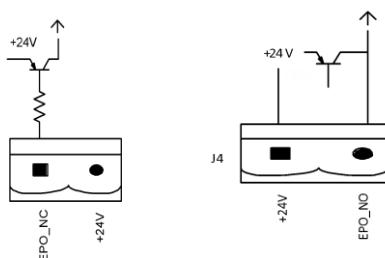

Рисунок 11 - Схема входного порта для дистанционной подачи команды EPO
Для дистанционной подачи команды EPO используется входной порт J4. При этом в обычном режиме normally замкнутый контакт (NC) подключен к напряжению +24 В, и команда EPO срабатывает при отключении контакта NC от +24 В или при замыкании normally разомкнутого контакта (NO) на потенциал +24 В. Схема порта показана на рис. 11, описание порта приводится в таблице 1-4.